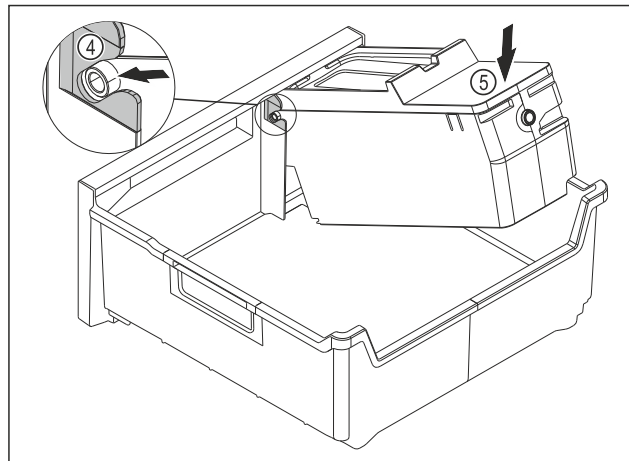

Fig. 87
- Montera EasyTwist-Ice-enheten: Skjut in axlarna på EasyTwist-Ice-enheten i styrningarna Fig. 87 (4).
- Tryck EasyTwist-Ice-enheten Fig. 87 (5) baktill nedåt.